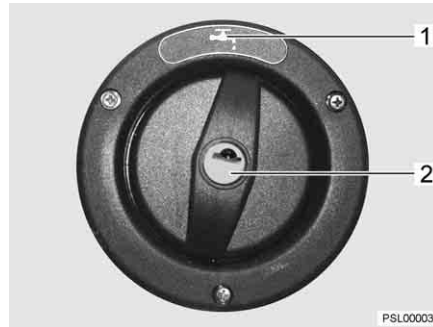

Fig. 39 Couvercle de fermeture pour bec de remplissage d'eau potable
- ▷ Le bec de remplissage d'eau potable est désigné par le symbole "☒" (Fig. 39,1).
- Insérer la clé dans le barillet (Fig. 39,2) et la tourner dans le sens inverse des aiguilles d'une montre.